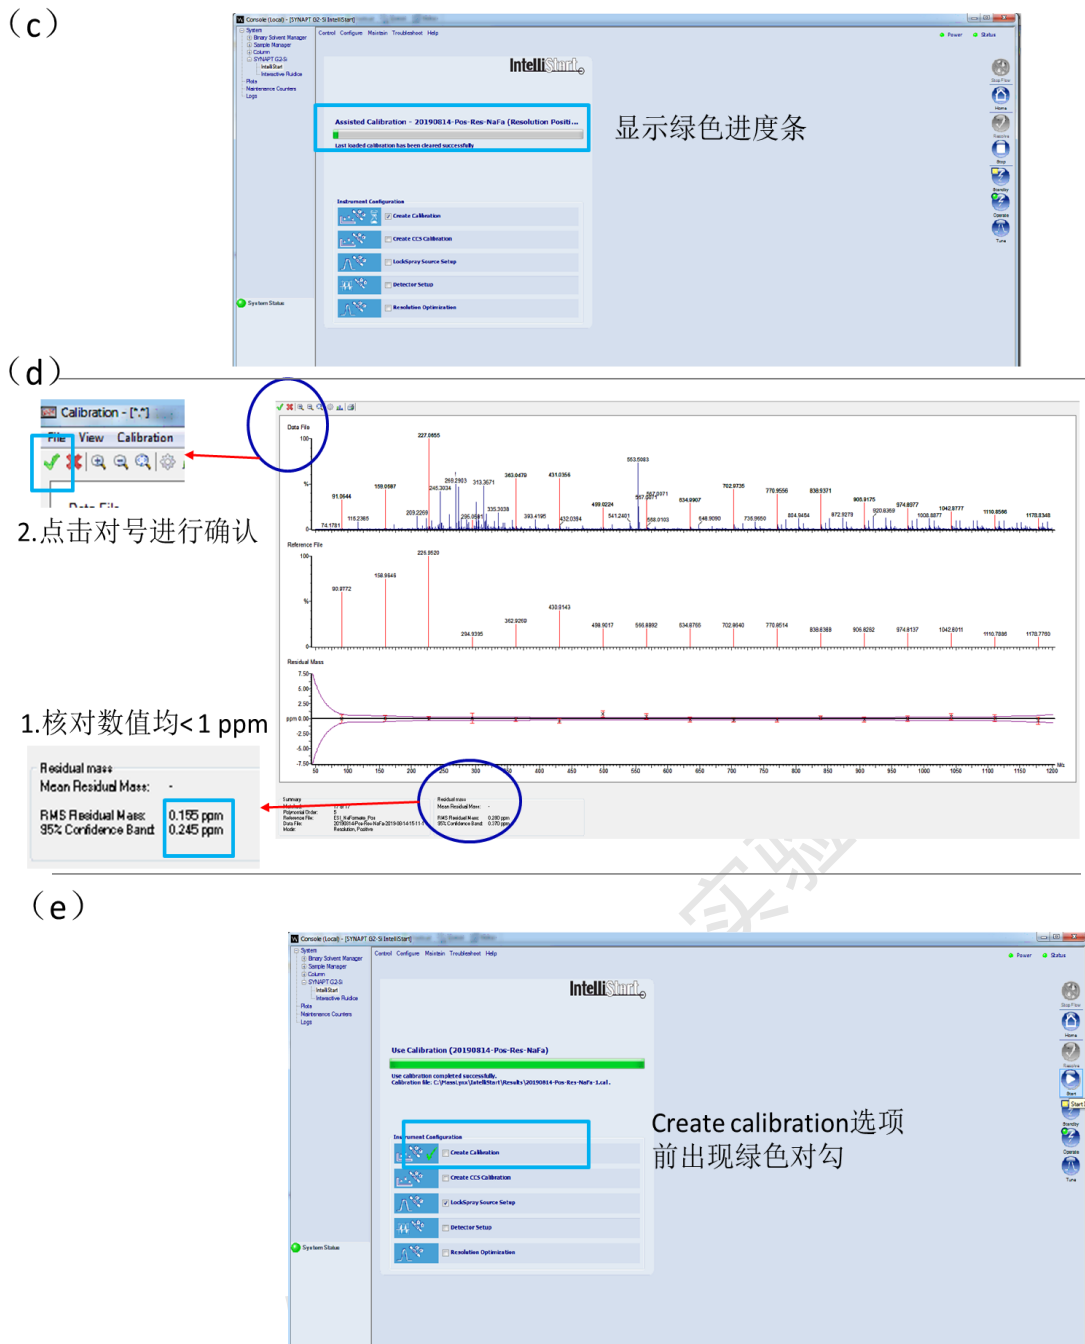

图 2-10 质量轴调谐文件操作
- ⑤ 图 2-9(e): 点击 Next, 进入下一步。进入图 2-10 操作步骤。
- ① 图 2-10(a):选择 Tune page 选项, 点击 Next, 显示图 2-10(b);
- ② 图 2-10(b): 点击 Start 显示图 2-10(c);
- ③ 图 2-10(c): 核实显示绿色进度条, 弹出显示图 2-10(d)调谐报告;
④ 图 2-10(d): 1. 核对数值均 $< 1 \text{ ppm}$; 2. 点击左上角对号进行确认显示图 2-10(e);
⑤ 图 2-10(e): Create calibration 选项前出现绿色对勾。